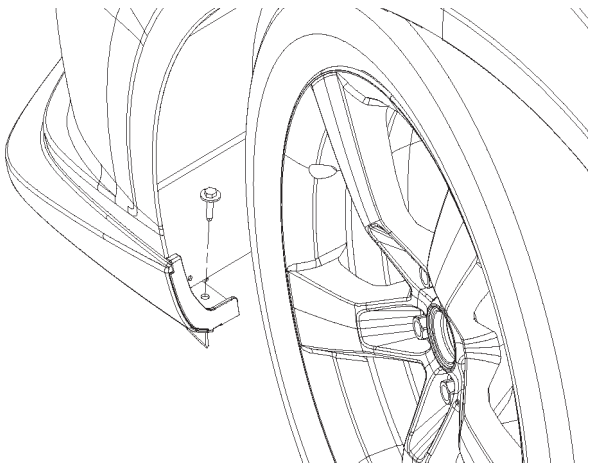

FIGURE 40
17. Insérer la vis à l'emplacement de l'écrou en U dans le passage de roue. Un par côté. Serrer à un couple de 8,13 N.m (6 lb-pi). Se reporter à la Figure 40.